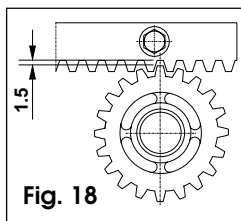

Fig. 18
- Terminata l'installazione della cremagliera, per garantire un corretto ingranamento con il pignone, è opportuno abbassare di circa 1,5 mm (Fig. 18) la posizione del motoriduttore.